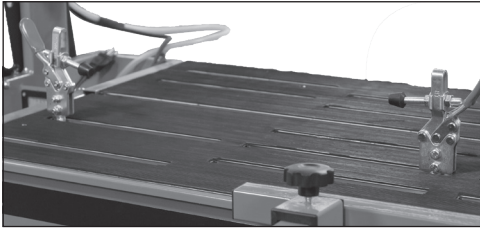

Fig. 12 – Exemplo de posição de uso dos grampos para fixação
2. É possível utilizar os grampos em diversas posições (Fig. 12).